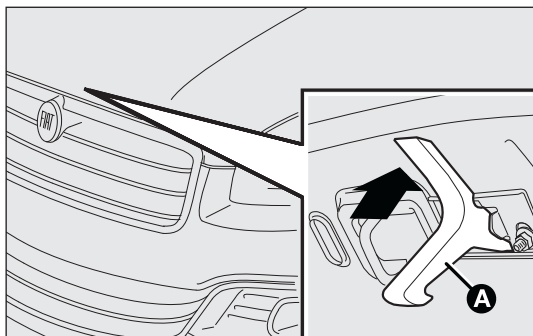

рис. 91
- потяните за рычажок А – рис. 91, как показано на рисунке;